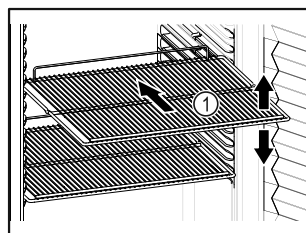

Fig. 30 Приблизне відображення
- Якщо решітки для зберігання Fig. 30 (1) знімні, відрегулювати по висоті.